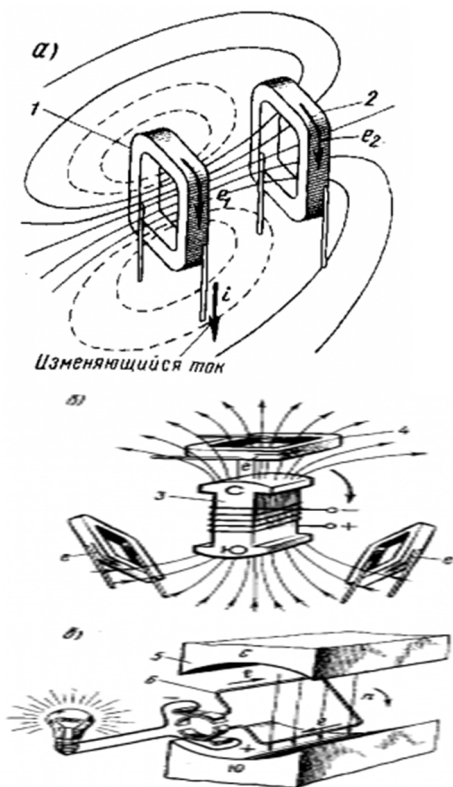

Рис.1.2.10. Индуцирование э. д. с
1) изменение тока в катушке 1 (Рис.1.2.10 а), в магнитном поле которой расположена вторая катушка 2.
2) вращение магнитного поля, созданного постоянными магнитами или электромагнитами 3, относительно неподвижных катушек 4 (Рис.1.2.10, б).
3) вращение витков 6 или катушек в постоянном магнитном поле, созданном неподвижными постоянными магнитами 5 или электромагнитами (Рис.1.2.10, в).